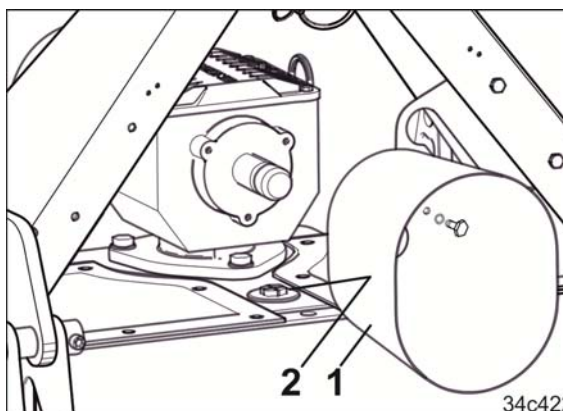

Fig. 180
2. Skru beskyttelsespotten (Fig. 180/1) af.
3. Åbn tætningsproppen (Fig. 180/2).